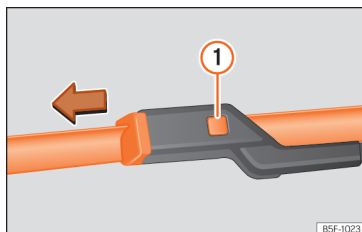

Abb. 220 Scheibenwischerblätter vorne auswechseln.
- Die Entriegelungstaste » (Abb. 220) ① gedrückt halten und gleichzeitig das Scheibenwischerblatt vorsichtig in Pfeilrichtung abziehen.